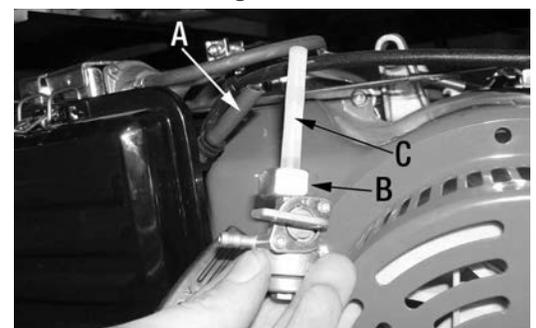

Figure 18
- 1) Une fois que le réservoir et le carburateur sont écoulés, débranchez le boyau à essence (A) Fig.18 de la soupape à essence et ensuite dévissez l'écrou de la soupape à essence (B).
- 2) Retirez la soupape à essence du réservoir, le filtre à essence (C) peut maintenant être nettoyé. Le filtre doit être complètement sec avant de le réinstaller.